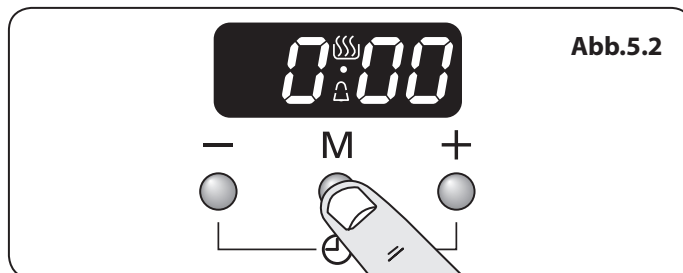
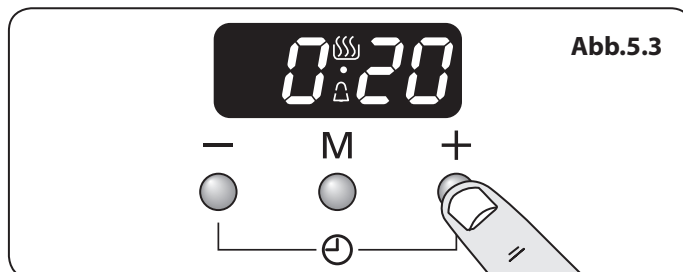

Abb.5.2
Abb.5.3
1. Drücken Sie einmal die Modustaste [M] (Abb.5.2). Das Glockensymbol [🔔] blinkt in der Anzeige. Wählen Sie den gewünschten Countdown von 00.01 h bis 23.59 h mithilfe der Taste [+] aus (Abb.5.3). Der Countdown beginnt automatisch, und das Symbol [🔔] wird angezeigt.